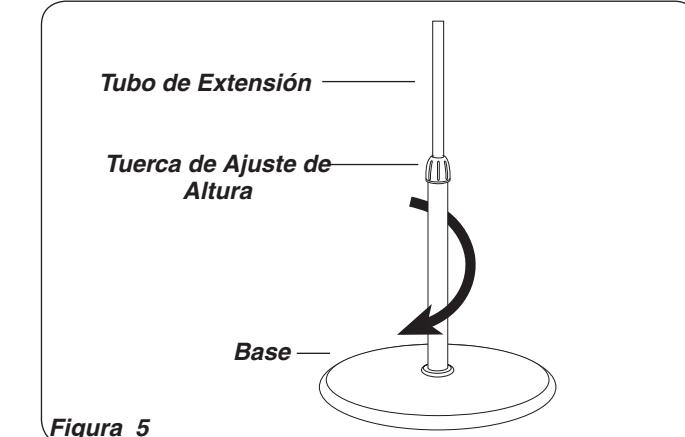

Figura 5
1. Utilizando un movimiento giratorio, inserte el extremo del tubo de diámetro grande en el agujero de la **Base**. (*Figura 5*) El girar el tubo a medida que se lo empuja asegura que el tubo quede plenamente asentado en la **Base**.